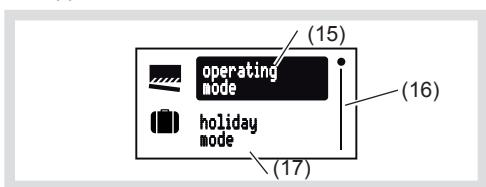

Figura 3: menu principale
- (15) Voce di menu selezionata
(16) Visualizzazione di posizione della voce di menu scelta nell'elenco di opzioni
(17) Opzione successiva dell'elenco
- Premere il pulsante **OK** per oltre 2 secondi. Viene visualizzato il menu principale. La prima voce di menu **operating mode** (Figura 3, 15) è evidenziata.